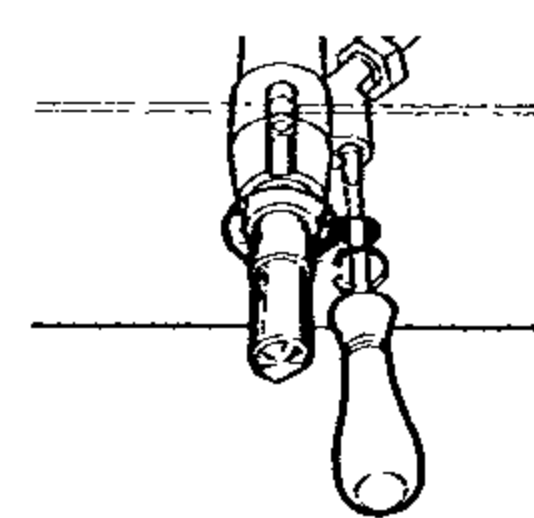

fig.8
- Haal de bedieningsknop van de regelkraan af en draai aan de stelschroef (fig.8) die zich naast het stangetje van de regelkraan bevindt, gebruik daarbij een schroevendraaier (als u de schroef losser draait neemt het minimumvermogen toe, als u de schroef strakker draait neemt het minimumvermogen af).